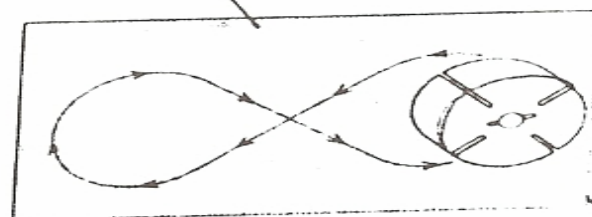

Рис. 16 Зачистка ротора абразивной бумагой
15. Четыре раза проведите ротором по бумаге без нажима, описывая фигуры типа восьмерки (см. рис. 16).
Форсунка 1. Снимите верхнюю часть кожуха (см. стр. 11) 2. Снимите вентилятор (см. стр. 16) 3. Снимите топливопровод и воздухопровод с головки горелки. 4. Снимите со свечи зажигания ее провод. 5. Выньте свечу зажигания из головки горелки, пользуясь гаечным ключом 13/16" с открытым зевом. 6. Снимите три винта, пользуясь гайковертом 5/16", и выньте головку горелки из камеры сгорания. 7. Поместите головку горелки в тиски и слегка затяните. 8. Осторожно выньте форсунку из головки горелки, пользуясь торцевым гаечным ключом 5/8 " (см. рис. 13). 9. Продуйте форсунку сжатым воздухом для очистки от загрязнений. 10. Проверьте уплотнение форсунки на отсутствие повреждений. 11. Установите форсунку в головку горелки и туго затяните. Крутящий момент от 9,1 до 12,4 Нм 12. Прикрепите головку горелки к камере сгорания. 13. Установите свечу зажигания в головку горелки. 14. Наденьте на свечу зажигания ее провод. 15. Присоедините топливопровод и воздухопровод к головке горелки. 16. Установите вентилятор (см. рис. 16). 17. Установите защитный экран вентилятора и верхнюю часть кожуха.	Рис. 13 Снятие форсунки